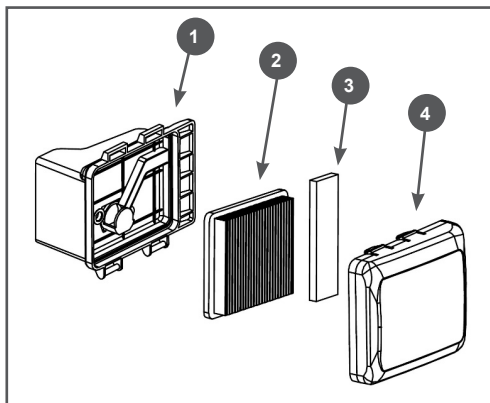

Рис. 16 Обслуживание воздушного фильтра
1. Нажмите на фиксаторы и снимите крышку 4 корпуса воздушного фильтра (Рис. 16).
2. Извлеките фильтрующие элементы 2 и 3 (Рис. 16).
4. Предварительный фильтрующий элемент (Рис. 16 п. 3) – поролоновый. Промойте его теплым мыльным раствором, тщательно отожмите и просушите. Затем смочите его специальным или чистым моторным маслом, после чего отожмите излишки масла.
5. Основной фильтрующий элемент (Рис. 16 п. 2) – на модели LM4627 поролоновый, на моделях LM4630 и LM5131 – бумажный. Поролоновый основной фильтрующий элемент (LM4627) промойте теплым мыльным раствором, тщательно отожмите и просушите. Затем смочите его специальным или чистым моторным маслом, после чего отожмите излишки масла.
Бумажный фильтрующий элемент 3 (Рис.16) не подлежит очистке, необходима его замена. Не продувайте бумажный фильтрующий элемент сжатым воздухом, не промывайте его в бензине и других растворителях.
- Произведите очистку крышки 4 и корпуса 1 воздушного фильтра от грязи и пыли (Рис. 16), не допуская попадания пыли и грязи в карбюратор.